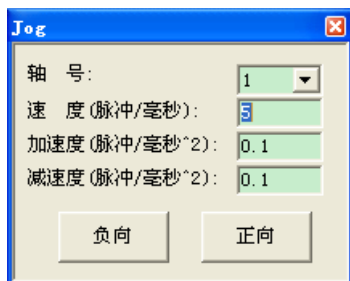

图 4-14 Jog 模块界面
- (1) 首先请确认控制器与端子板、端子板与驱动器之间已正确可靠连接（注意：68pin屏蔽电缆DB头上的插针较细，连接时注意对准，防止插针顶弯导致端子板和主卡通讯出错）。
- (2) 启动MCT2008。确认计算机与控制器之间通讯正常。
- (3) 按照上面脉冲模式的设置，无效掉限位和驱动报警，写入控制器，然后查看轴状态，确认轴不存在如报警、限位等异常状态。
- (4) 点击轴状态面板上的“伺服使能”，使能该轴。
- (5) 单击“视图”->“JOG”菜单项调出Jog面板，在“轴号”下拉框中选择控制轴。如图4-14所示。